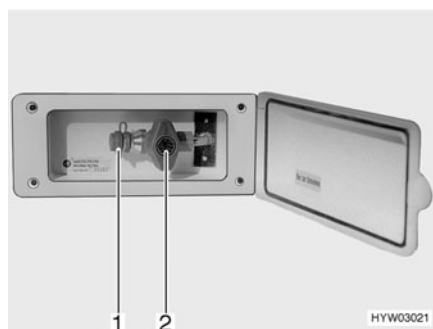

Fig. 92 Toma exterior de gas, válvula de paso de gas cerrada
La toma exterior de gas (Fig. 92) se encuentra en la parte delantera derecha.
- Conectar el aparato de gas externo en el punto de conexión (Fig. 92,1).
- Abrir la válvula de paso de gas (Fig. 92,2).